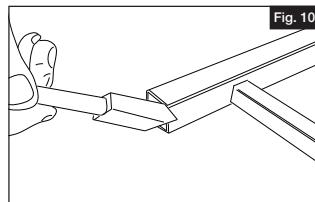

Fig. 10
- a. Compruebe el ajuste del panel del barandal. Una vez que se asegure un ajuste adecuado, se deben pintar todos los cortes antes de la instalación final (Fig. 10).